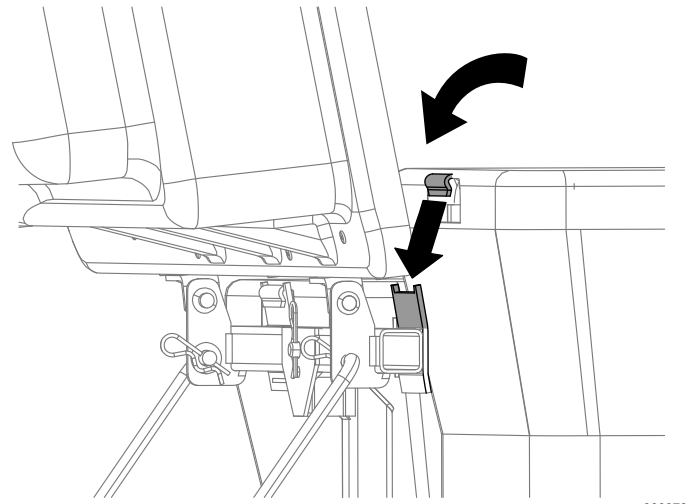

Figure 14
4. Soulevez le couvercle et installez les bacs en glissant les crochets de l'armature sur les pattes de retenue (Figure 14).